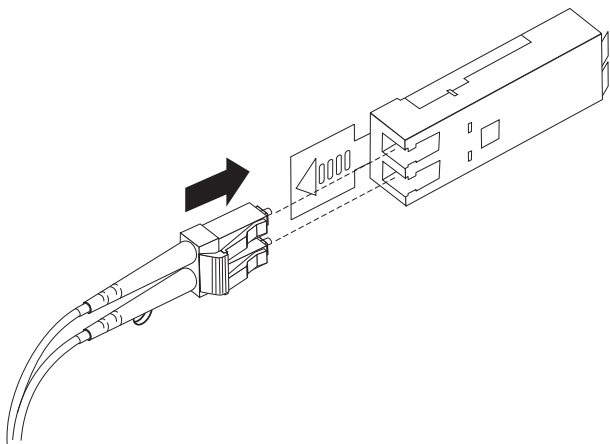

图 34. 将 LC-LC 光纤通道电缆插入到 SFP 模块中
4. 小心地将 LC-LC 电缆的这一端插入已安装在 DCS3700 中的 SFP 模块中。电缆接口中有定位键，以确保它可正确地插入 SFP 模块中。如第 53 页的图 34 中所示，拿着接口，推入电缆直至它就位。